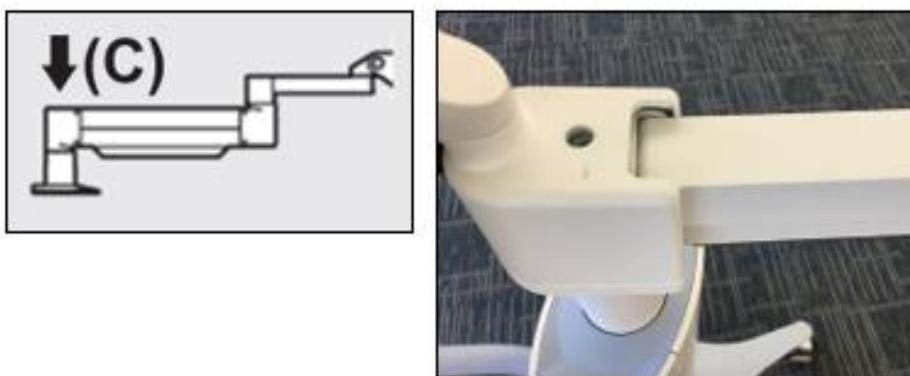

Bild 4-7. Ställ in armens spänning med justeringsskruv C för styrka
- Ställ in armens spänning med justeringsskruv C för styrka. Använd en 7/32 insexnyckel och vrid skruv C motsols tills armen bara börjar röra sig långsamt uppåt. Armen bör studsa tillbaka något när du slår ner den lite lätt efter justeringen. Se bild 4-7.